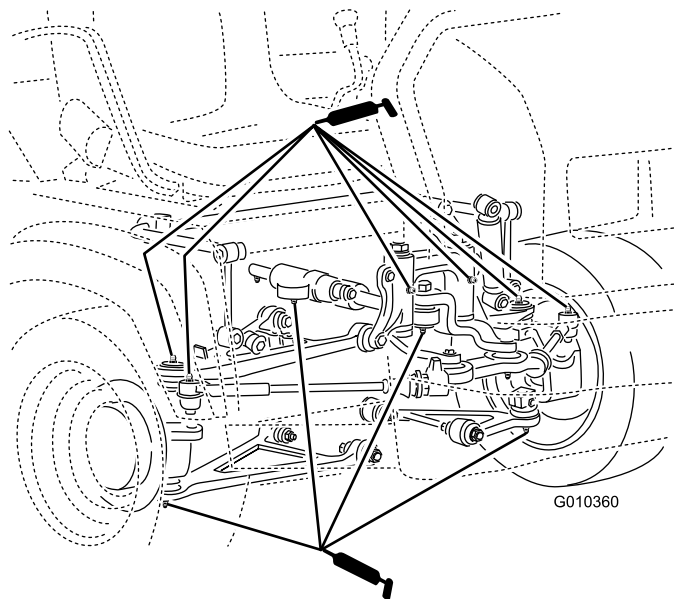

Figura 29
- **Articulații sferice (4);** consultați Figura 29
- **Tirani (2);** consultați Figura 29
- **Supori pivot (2);** consultați Figura 29
- **Cilindru direcție (2);** consultați Figura 29